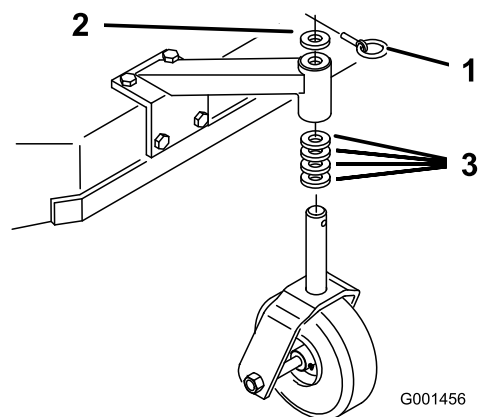

Bild 17
- Stellen Sie die Distanzstücke des Laufrads mit der Schnitthöhentabelle entsprechend dem ausgewählten Achsenloch ein (Bild 17).
2. Entfernen Sie den Sperrstift, schieben Sie das Laufrad von der Stütze und ändern Sie die Distanzstücke (Bild 17).
3. Montieren Sie das Laufrad in der Stütze und setzen Sie den Sperrstift ein (Bild 17).